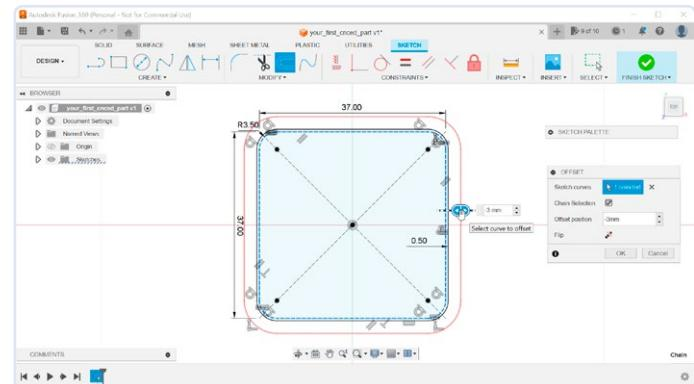

Figure 6. Définition de l'épaisseur des parois.
6. Un autre offset est nécessaire pour construire les parois de notre boîtier (**figure 6**). Répétez l'étape à nouveau, mais en entrant un offset de -3 mm. Ceci créera plus tard des parois de 2,5 mm d'épaisseur.